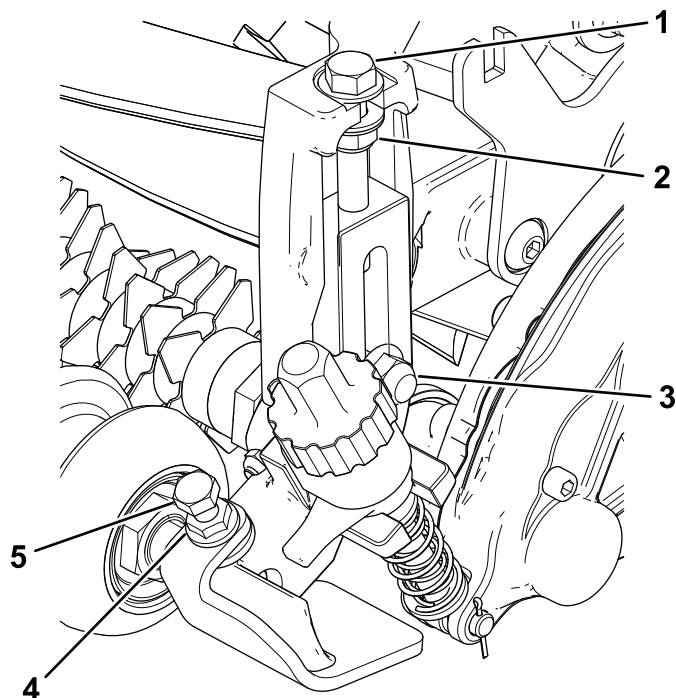

Рисунок 14
4. Затяните каретные болты и контргайки, крепящие кронштейны высоты скашивания (НОС) в сборе к боковым пластинам (Рисунок 14).
5. Затяните контргайку на болте регулировки высоты скашивания (НОС), затем отверните ее на ½ оборота (Рисунок 14).
6. Установите передний валик по центру между кронштейнами НОС в сборе и закрепите его на месте с помощью колпачковых винтов и фланцевых гаек (Рисунок 14).